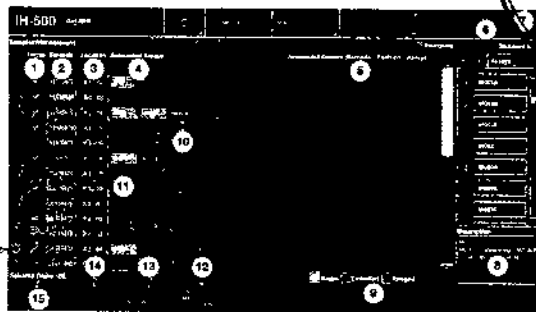

Fig. 8-4 Pantalla Samples Management (Administración muestras) (Modo estándar)
- A  Seleccione **SWITCH TO CROSS MATCH ASSOCIATION (CAMBIAR A ASOCIACIÓN CRUZADA)** en el **Standard mode (Modo estándar)** - Fig. 8-4).